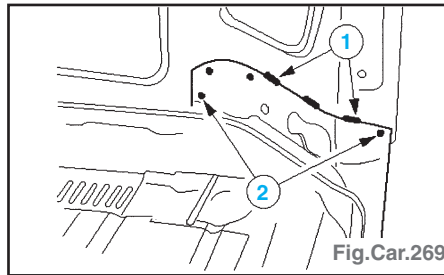

Fig.Car.269
- Renfort de traverse : Fraiser les points de soudure (Fig.Car.269).